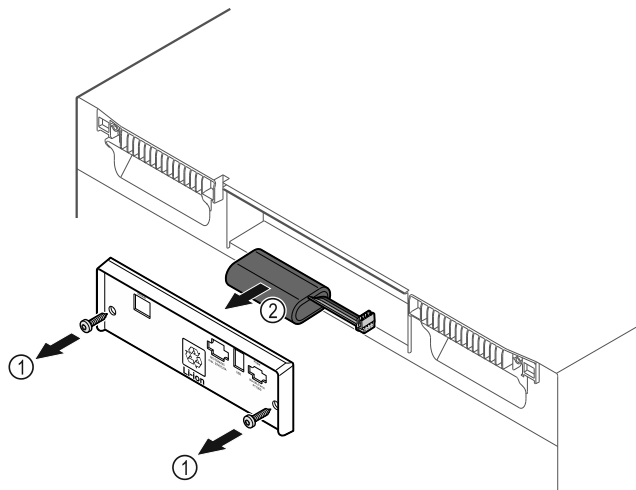

Fig. 173
- ▶ Deșurubați șuruburile și scoateți capacul de pe partea din spate a aparatului Fig. 173 (1).
- ▶ Deconectați și scoateți bateria Fig. 173 (2).